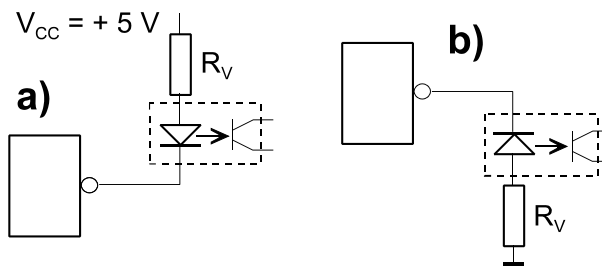

Abb. 11 Ansteuerung eines Optokopplers
33. Ein Optokoppler ist von einem TTL-Gatter anzusteuern. Welche der beiden Anschaltungen (Abb. 11) ist besser? Weshalb? Dimensionieren Sie den Vorwiderstand R_V für einen Durchlaßstrom von 12 mA und eine Flußspannung von $1,7\text{ V}$.